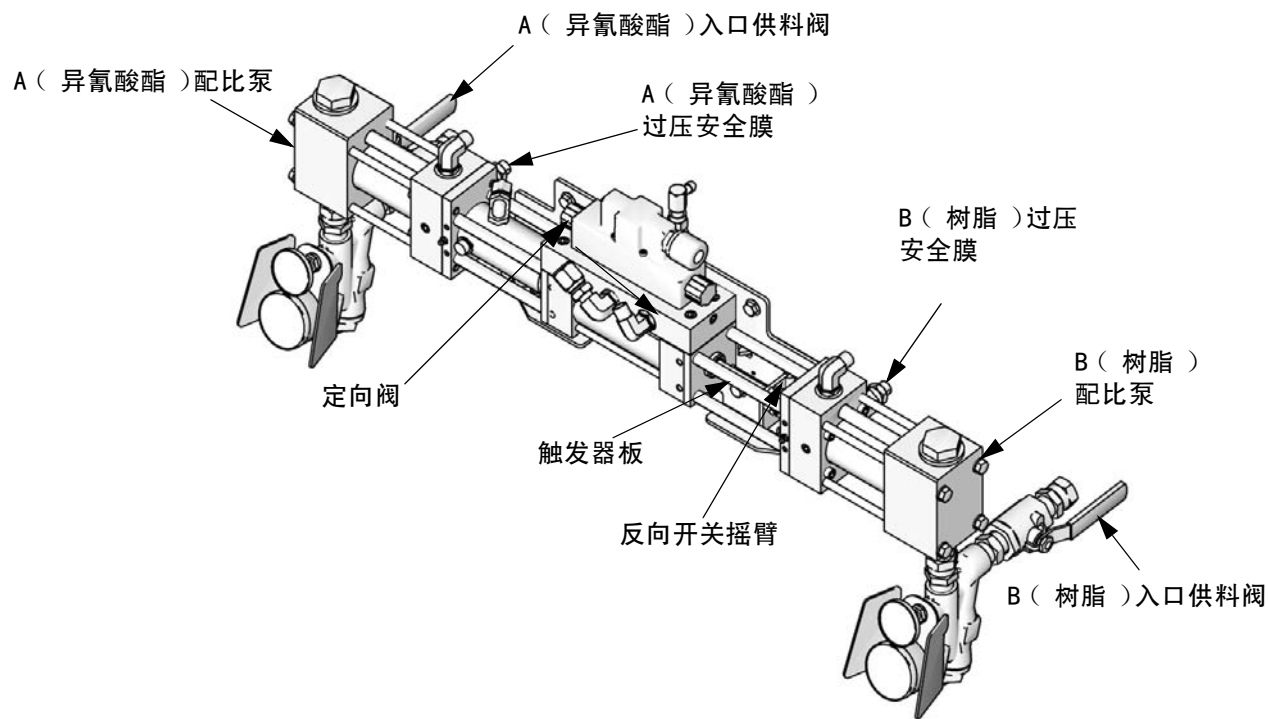

图 1. 配比系统
1. 为了使配比泵反向运转，触发器板（219）必须与摇臂接触，以便触发反向开关（210）。检查触发器板、摇臂或反向开关有无折弯或松动。请参见图 1（第 26 页），以及第 59 页的零配件。